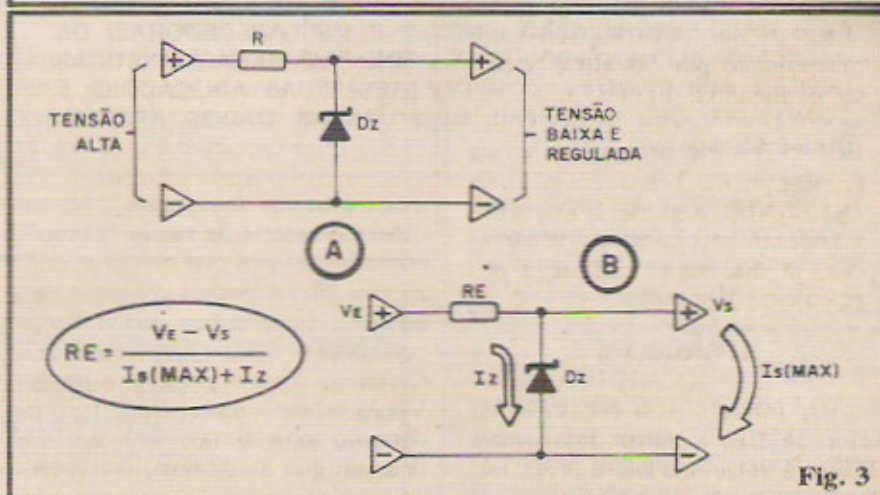

Fig. 3
- FIG. 3-A - Já explicado, então, que a função básica do DIODO ZENER é "ABAIXAR" e RE-
- **FIG. 3-B** - No arranjo básico de regulagem de Tensão com DIODO ZENER, algumas importantes grandezas precisam ser demarcadas, já que serão utilizadas nos cálculos... Vejamos:
A fórmula para o cálculo do valor de RE, a partir dos demais dados já relacionados, é: (ver fig. 3).